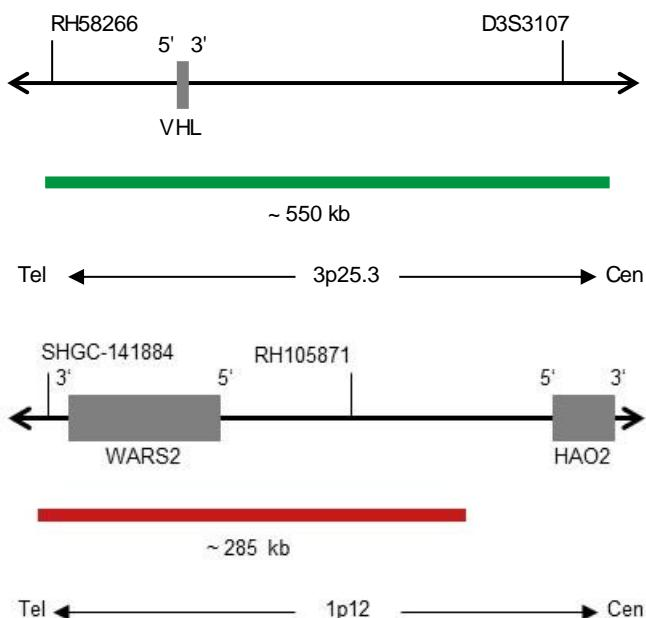

Fig. 1: Cima: SPEC VHL Mapa da sonda; Baixo: SPEC 1p12 Mapa da sonda (sem escala)
- Polinucleótidos (~10 ng/μl) com marcação ZyGreen (excitação 503 nm/emissão 528 nm), dirigidos ao mapeamento de sequências alvo em 3p25.3* (chr3:10,051,220-10,598,496) contendo o gene VHL (ver Fig. 1).